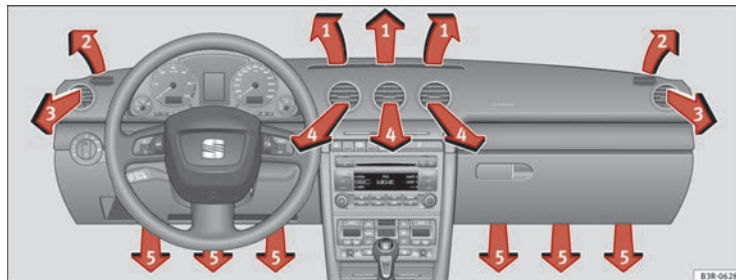

Abb. 130 Instrumententafel: Anordnung der Luftaustrittsdüsen
Die Luftaustrittsdüsen ⇒ Abb. 130 ③ und ④ können wie folgt bedient werden.
Die drei Tasten haben folgende Bedeutung. Die Zahlen beziehen sich auf die Luftaustrittsdüsen ⇒ Abb. 130.
Der Gebläsemotor wird nach Ausschalten der Zündung über das Solardach mit Solarstrom betrieben. Achten Sie bitte darauf, dass die Düsen 3 und 4 geöffnet sind ⇒ Abb. 130, um eine optimale Belüftung zu erreichen.